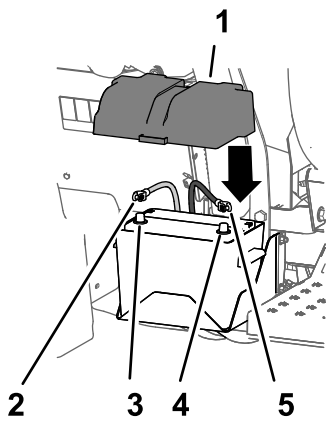

Figura 38
1. Ligue o cabo positivo da bateria ao borne positivo da bateria (Figura 38).
- Ligue o cabo negativo da bateria ao borne negativo da bateria (Figura 38).
- Alinhe a cobertura da bateria com a caixa da bateria e prenda a cobertura com a cinta (Figura 38).